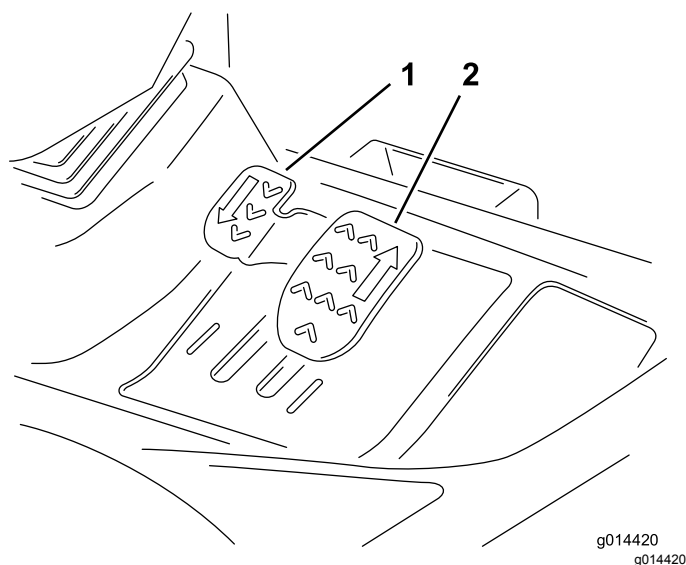

Figure 8
**Marche avant :** Appuyez sur la pédale de marche avant pour augmenter la vitesse de marche avant. Relâchez la pédale pour ralentir (Figure 8).
**Marche arrière :** Appuyez sur la pédale de marche arrière pour augmenter la vitesse de marche arrière. Relâchez la pédale pour ralentir (Figure 8).